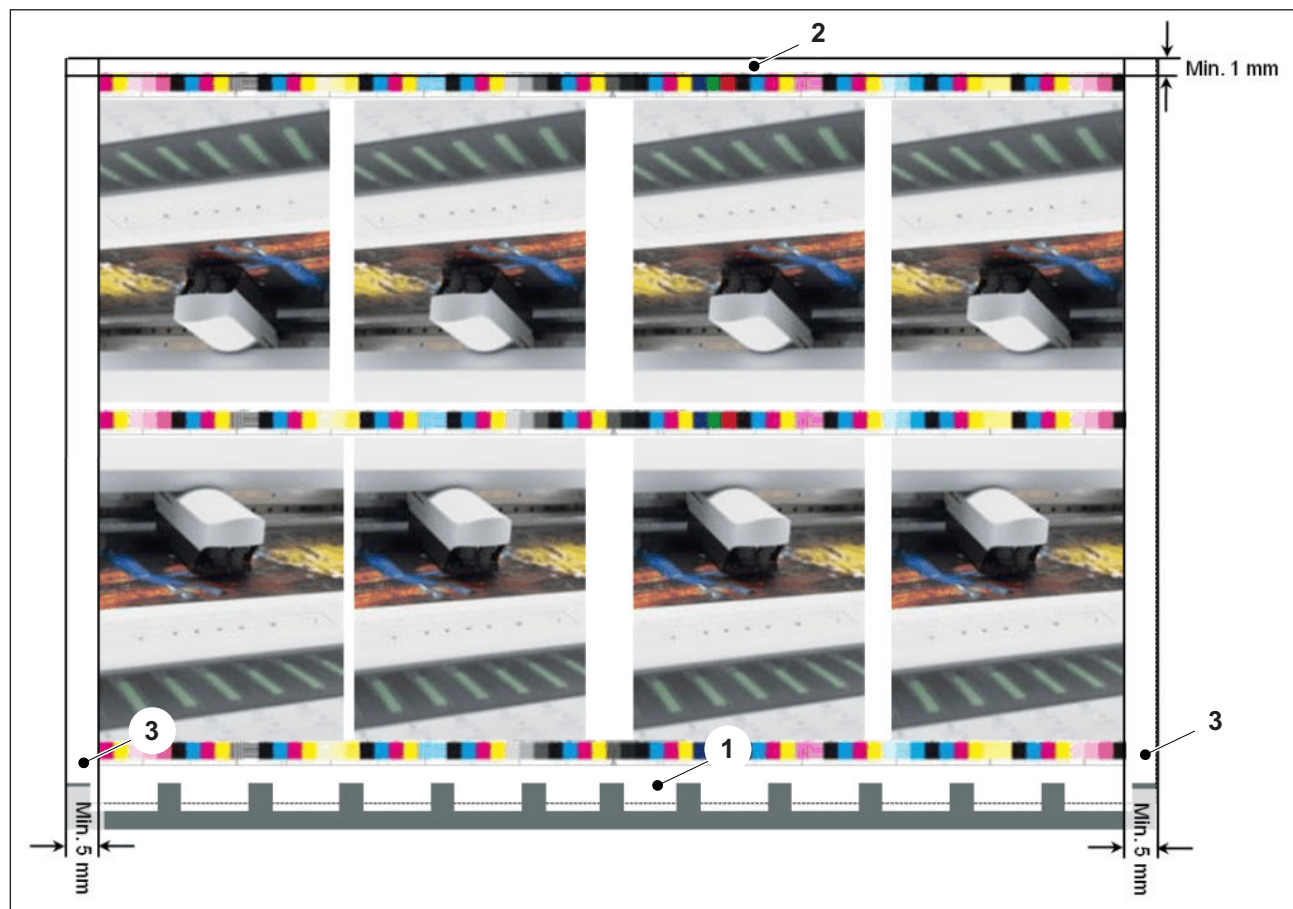

Abb. 12 Montage Prinect Axis Control am Prinect CP2000 Center
- Sie können den Druckkontrollstreifen an jeder beliebigen Position zwischen Greiferrand (Abb. 12/1) und Bogenhinterkante (Abb. 12/2) montieren.
- Zur automatischen Papierweißmessung und Erkennung des Druckkontrollstreifens müssen zwischen den seitlichen Papierkanten und dem Beginn des Druckkontrollstreifens mindestens 5 mm Papierweiß sein (Abb. 12/3).